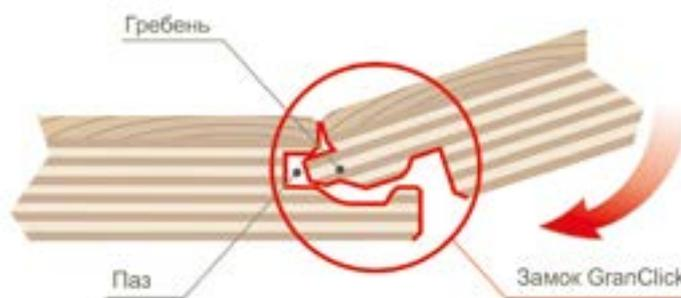

Рис. 1 Соединение «GranClick»
1. Замковое соединение «GranClick» - располагается на продольной (длинной) кромке каждой доски. Запирание замка происходит при повороте (опускании) вставляемой доски. Каждая последующая доска подводится к уже уложенной предыдущей доске, под углом примерно 20 градусов, заводится в паз и, опускаясь, защелкивается (рис.1).